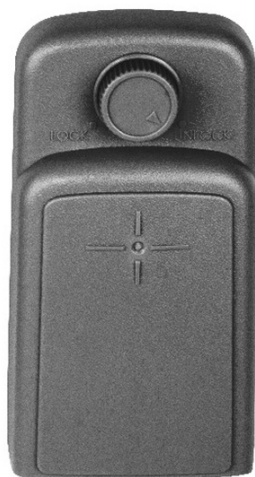

Рис. 5-1
- 1) Поверните ручку на батарейном отсеке до совпадения метки «▲» с надписью «UNLOCK» (ОТКРЫТО), после чего снимите батарейный отсек, как показано на Рис. 5-1.